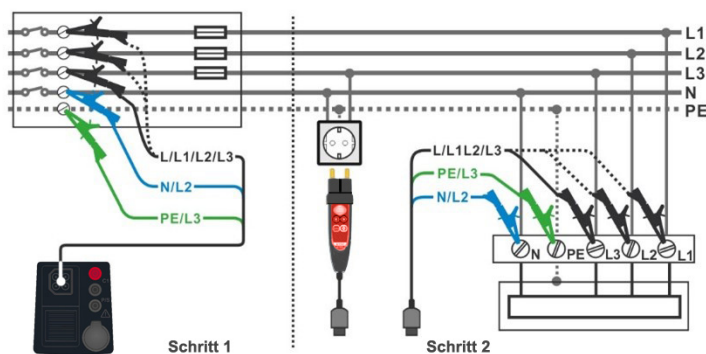

Abbildung 4.40: Spannungsfallmessung – Anschluss des Commander-Prüfsteckers und der 3-Leiter-Prüfleitung
- › Schließen Sie die 3-Leiter-Prüfleitung am Referenzpunkt der elektrischen Anlage an, siehe **Abbildung 4.40**.
- › Schließen Sie die 3-Leiter-Prüfleitung oder den Commander Prüfstecker an dem Messpunkt an, siehe **Abbildung 4.40**.